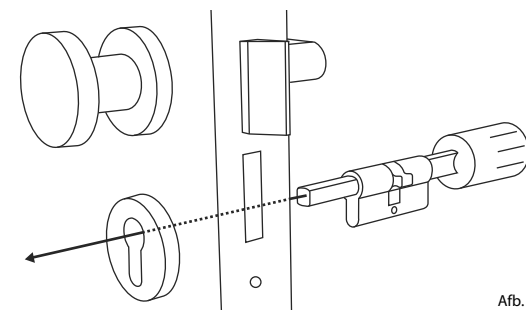

Afb. 3
- 3 Trek de knop aan de buitenkant er helemaal af en trek de knop van de binnenzijde zo ver mogelijk naar achteren (Afb. 3).